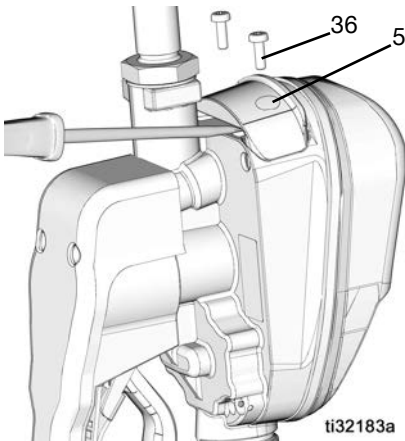

FIG. 77
1. Retire los tornillos (36) de la tapa del compartimento de las pilas (5).
2. Con un destornillador pequeño y plano, haga palanca suavemente para sacar la tapa de la válvula de dosificación con medidor, en la parte inferior de la tapa, cerca del accesorio de extensión como se muestra en FIG. 77.